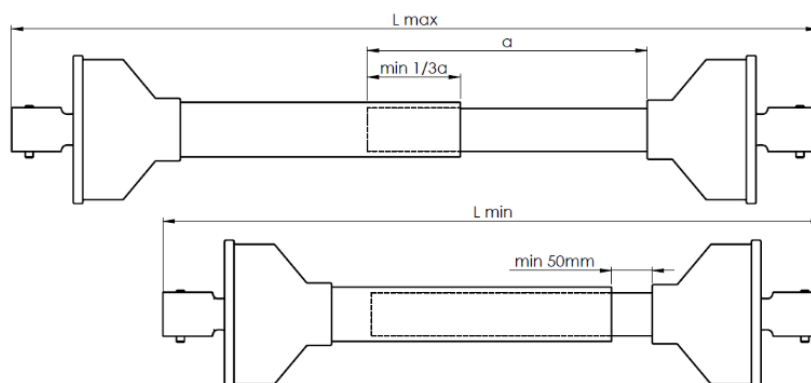

Рисунок 13. Соответствие длины вала при подключении разбрасывателя к трактору
- убедиться, что после соединения шарнирный телескопический вал, передающий привод от трактора, имеет соответствующую длину во всех возможных положениях трактора относительно машины (рисунок 13);